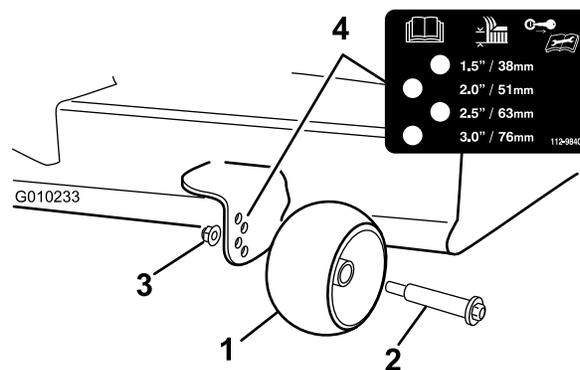

Figura 24
3. Ajuste los rodillos protectores del césped como se muestra en Figura 24.